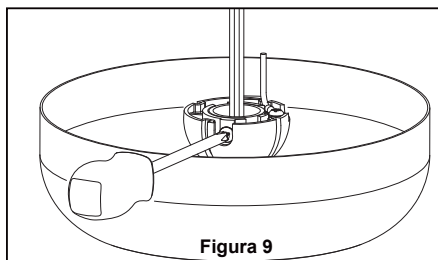

Figura 9
- ☐ 9. Vuelva a colocar la semiesfera en el barral como se indica a continuación. Pase los cables de negro y blanco a través de la semiesfera. Pase el pasador a través de los dos orificios en el barral y alinee la semiesfera de modo que el pasador quede atrapado en la ranura de la parte superior de la misma. Empuje la semiesfera hacia arriba, bien ajustada contra el pasador. Ajuste firmemente el tornillo de fijación en la semiesfera. Si el tornillo de fijación está flojo, podría provocar oscilación del ventilador. (Figura 9)